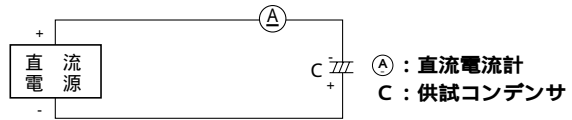

図 2-6
(1) (図 2-6) に示す回路において、供試コンデンサの公称外径寸法により直流電流を (表 2-2) より決める。